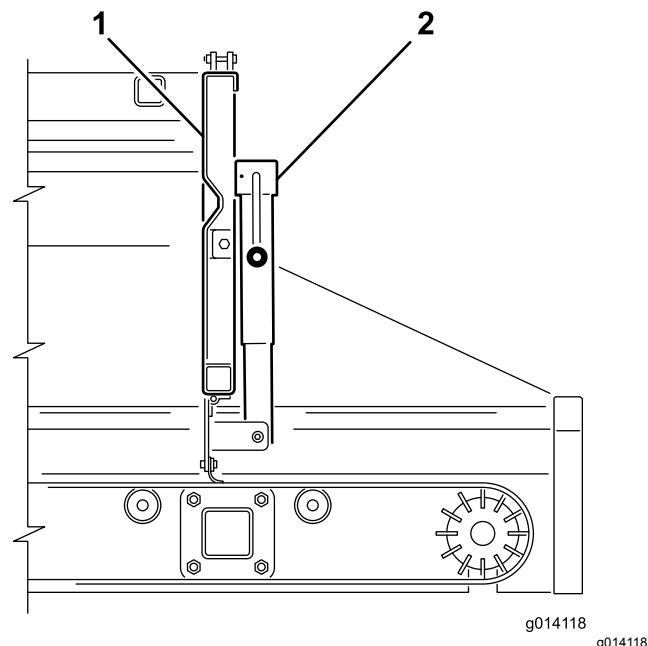
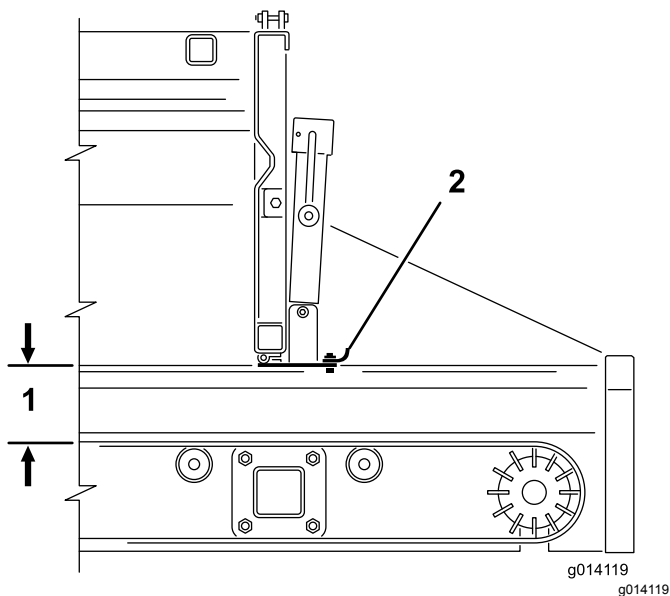

Figura 43
Figura 44
2. Usate la manovella del cavalletto per aprire o chiudere la sezione regolabile della sponda posteriore (Figura 43 e Figura 44). Questo limita il flusso del materiale quando si utilizza un accessorio.